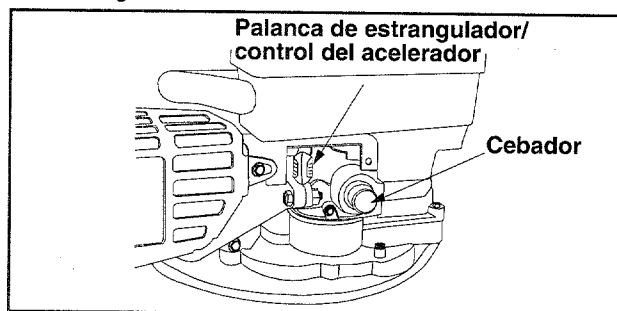

Figura 7
- Oprimir el cebador lentamente cinco veces. Dejar pasar unos dos segundos entre cada empuje. No usar el cebador para volver a arrancar un motor caliente después de una parada corta. Ver la figura 7.
- Mover la palanca de estrangulador/control del acelerador a la posición ESTRANGULADOR. (Un motor caliente no siempre requiere el uso del estrangulador.) Ver la figura 7.